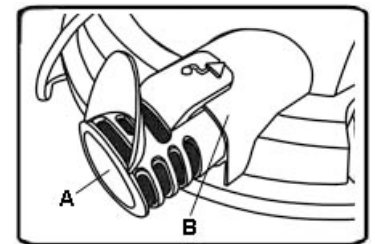

Figure 6
- 1) Installez le diffuseur de bruit (A) Fig.6 à l'intérieur de la sortie du souffleur (B) en insérant le bout verrouillant du diffuseur et en le tournant dans le sens horaire.